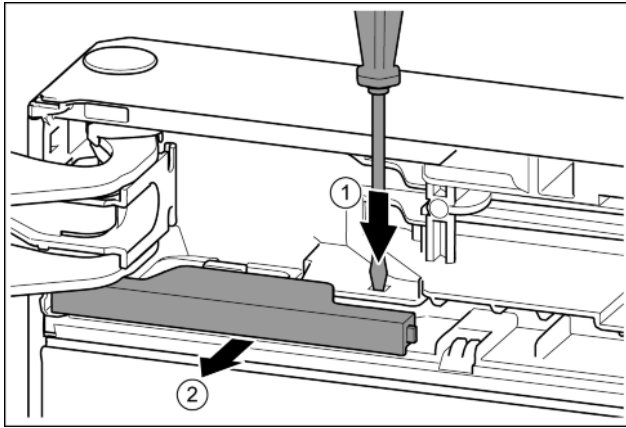

Fig. 14
- ▶ Con un cacciavite spingere la linguetta. Fig. 14 (1)
- ▶ Estrarre la copertura dal bloccaggio. Fig. 14 (2)